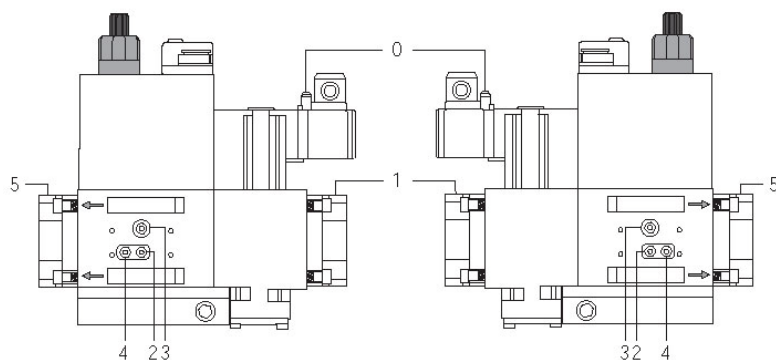
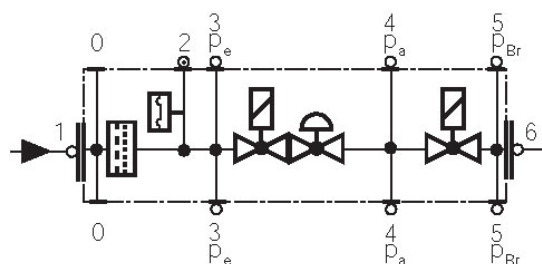

Fig. 23
Fig. 24
- Schimbati filtrul, daca presiunea intre prizele de presiune 1 si 2 (Fig. 23-Fig. 24) este mai mare decat  $\Delta p > 10$  mbar.
- Schimbati filtrul, daca presiunea intre prizele de presiune 1 si 2 (Fig. 23-Fig. 24) este de doua ori mai mare comparata cu cea de la ultima inspectie;